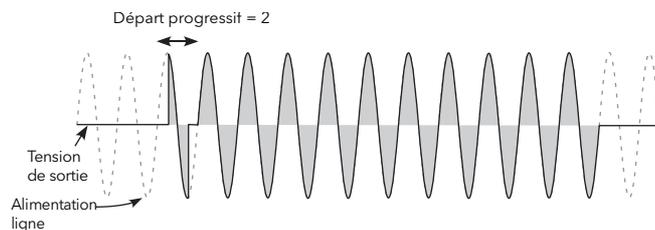

Figure 97 Exemple de démarrage progressif
**Soft Start** Pour Trains d'ondes seulement, ceci est la durée du démarrage progressif, en demi-périodes de tension d'alimentation. Ceci applique une rampe en angle de phase au début de chaque période (**Figure 97**).